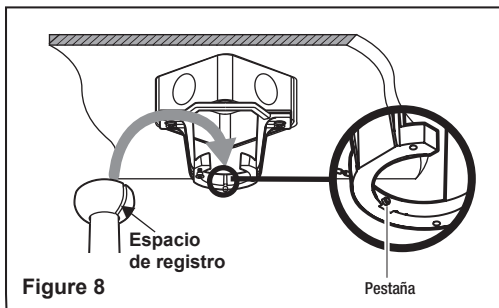

Figure 8
Paso 9. Coloque la bola de la barra en la ranura del soporte de suspensión. (Fig. 8)
NOTA: (Fig. 8) Esta unidad de control remoto está equipada con 16 combinaciones de frecuencias diferentes para prevenir posible interferencia con otras unidades similares. Los interruptores de frecuencia en el receptor y transmisor de su ventilador han sido programados por la fábrica. Por favor asegure que los interruptores de las dos